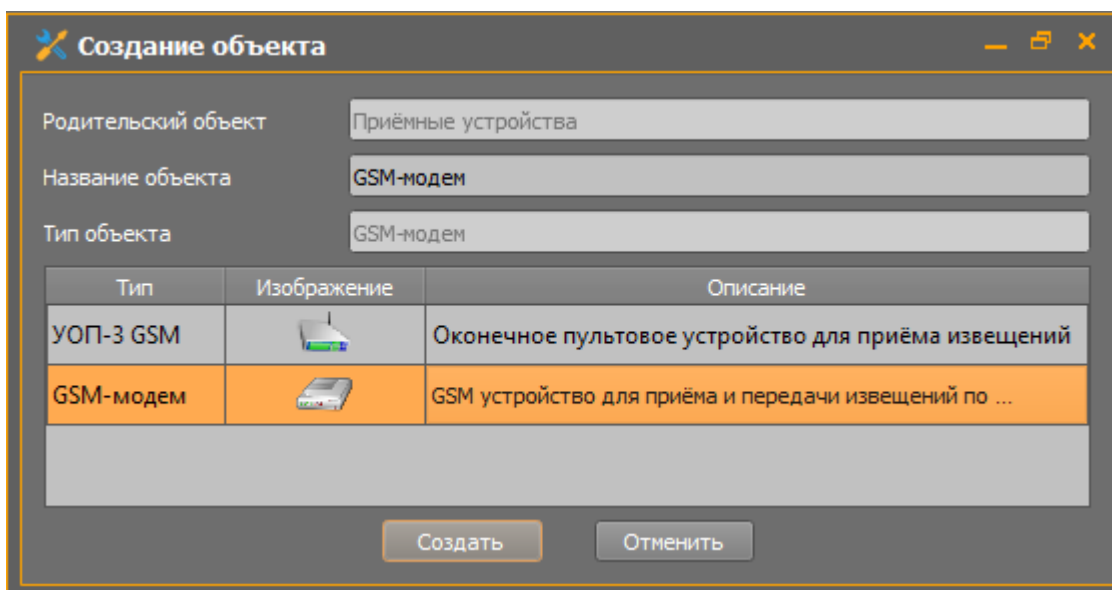

Рисунок 51 Создание GSM модема в передающих устройствах
- Для создания GSM модема, перейдите на объект «Передающие устройства» и, вызвав контекстное меню, создайте дочерний объект. В диалоговом окне выберите GSM модем (рис. 51), нажмите «Создать», завершая операцию.